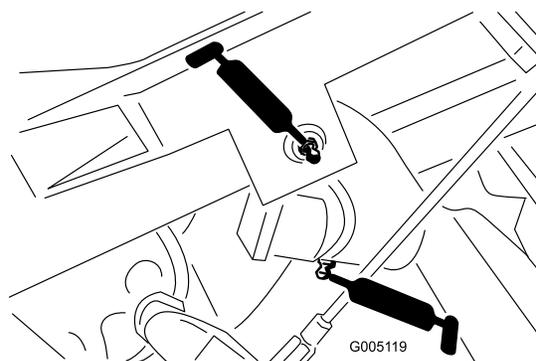

図 31
- 昇降アームのピボット3か所とピボットヒンジ3か所 図 31